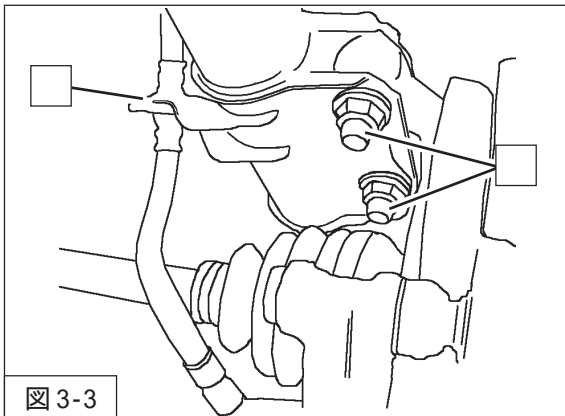

図3-3
4. ブレーキホース取付クリップを取外し、ブレーキホースをダンパーステーから取外してください。(図3-3)
5. ダンパーロア取付ボルト・ナットを取外してください。(図3-3)